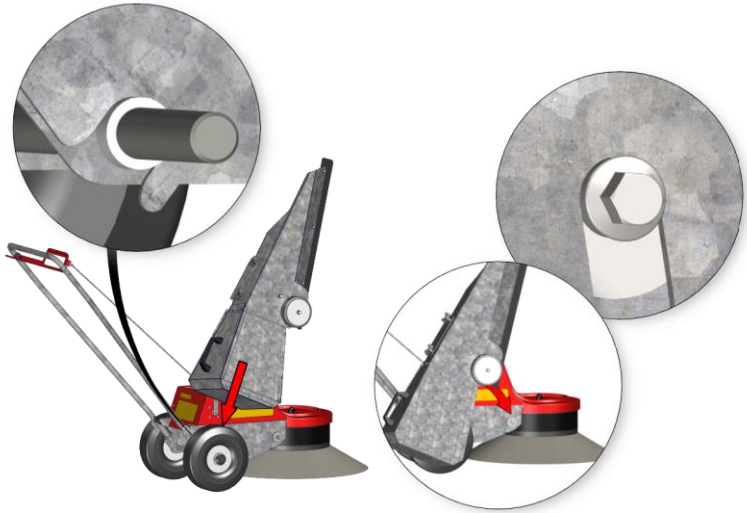

Abb. 61: Montage Cleanbag WR 650
2. Das Cleanbag gemäß Abb. 61 schräg auf das Distanzstück der Achse aufschieben.